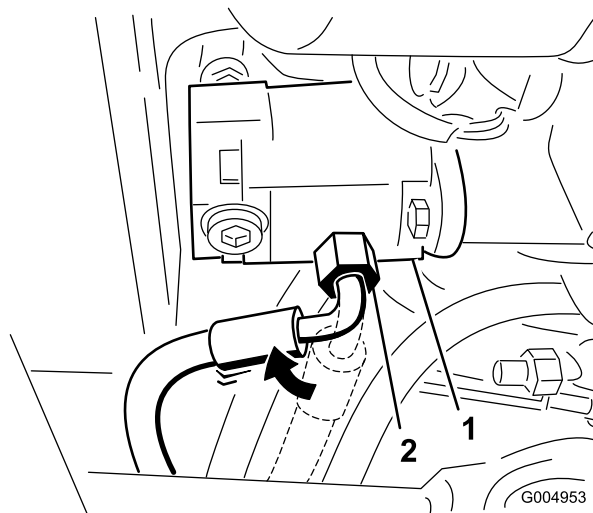

Figura 107
18. Afloje el acoplamiento de la manguera de presión y gire el acoplamiento 45 grados hacia la parte delantera de la máquina (Figura 107).
Nota: La Figura 107 muestra la vista desde debajo de la unidad de tracción.